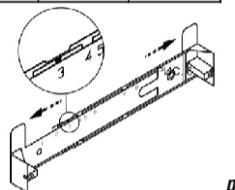

рис. 5
- прежде чем прикрепить кронштейн к стене, необходимо выставить его на нужный размер (равный ширине верхней фальштрубы вытяжки) - рис. 5. Увеличьте размер кронштейна (если это необходимо), раздвинув его, и зафиксируйте фиксатором напротив соответствующей цифры.